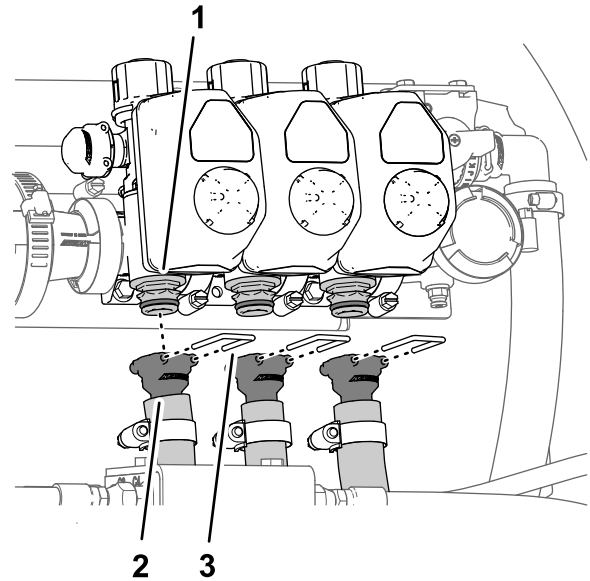

Figure 39
- Retirez les étriers qui fixent les raccords droits cannelés aux raccords rapides des vannes de section de rampe gauche, centrale et droite (Figure 39).
- Retirez les flexibles des vannes de section de rampe gauche, centrale et droite de la machine (Figure 39).